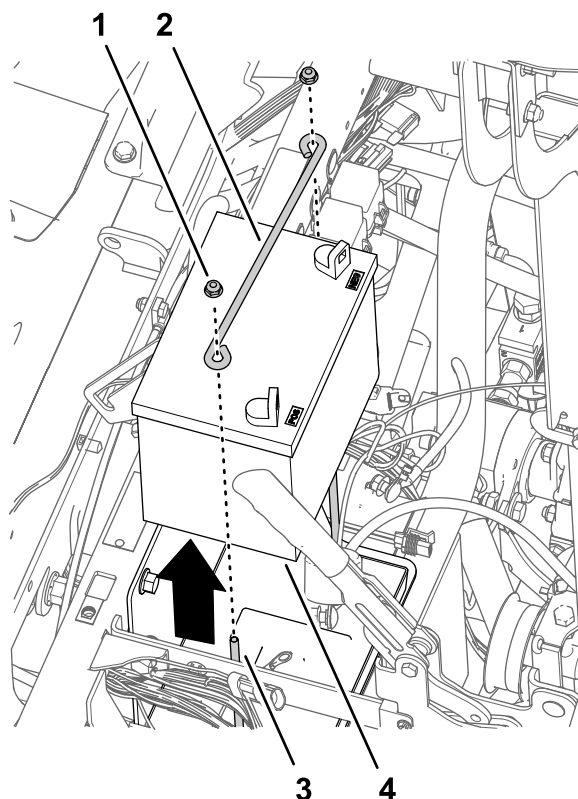

Figura 209
1. Retire las 2 contratuercas con arandela prensada y la varilla de sujeción de los 2 pernos en J que sujetan la batería al soporte de la batería (Figura 209).
2. Retire la batería de la máquina (Figura 209).